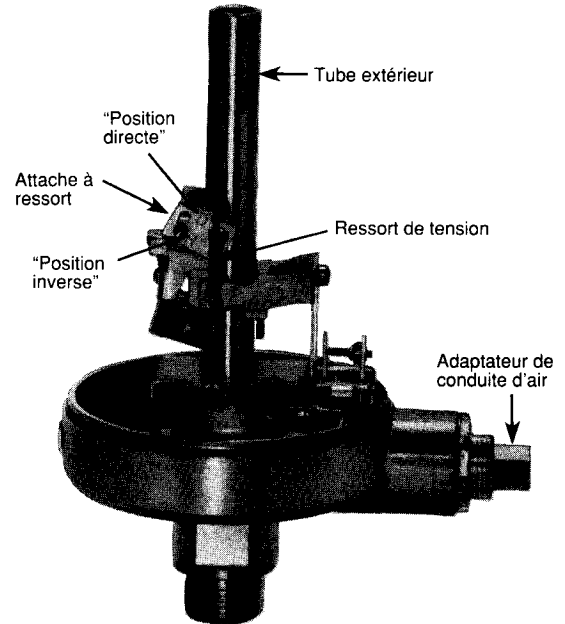

Figure 4
2. Desserrer la vis qui maintient l'attache à ressort et la faire passer de la position directe (D) à la position inverse (R) comme indiqué dans la **figure 4**. Serrer la vis à fond.